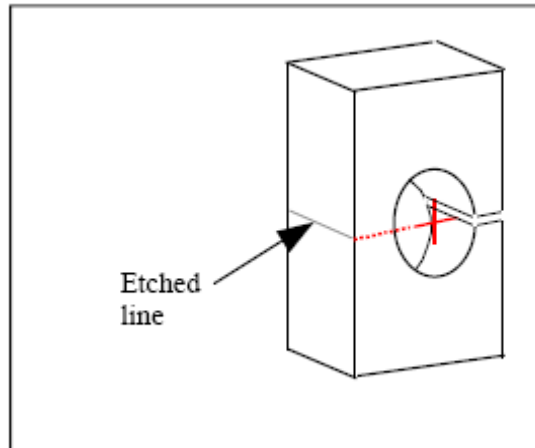

Figura. 3
1. Mediante la utilización de la lezna, marque ligeramente una línea en el cuerpo de célula de carga a la altura exacta del centro de la ranura, tal como se muestra en la Figura.3